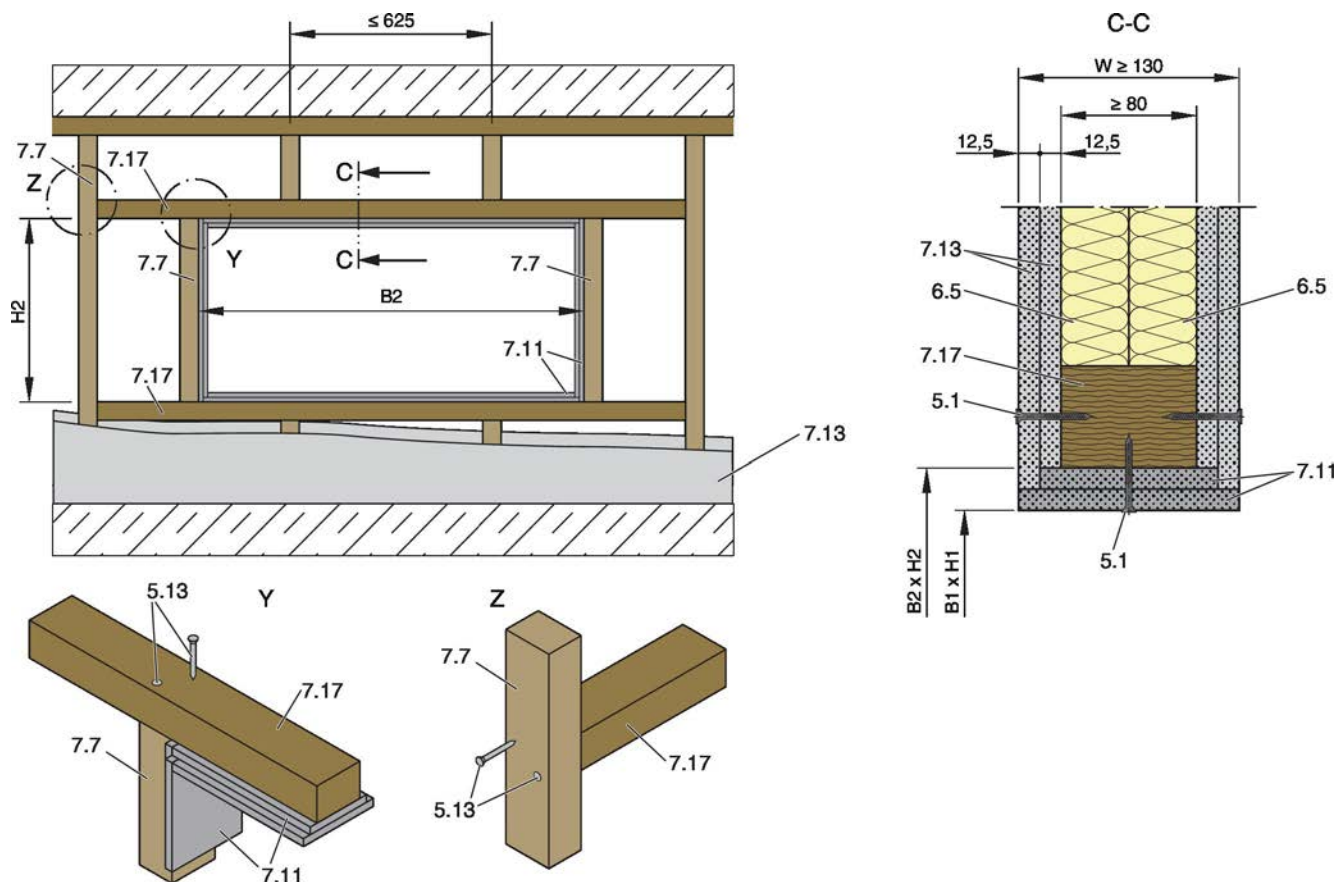
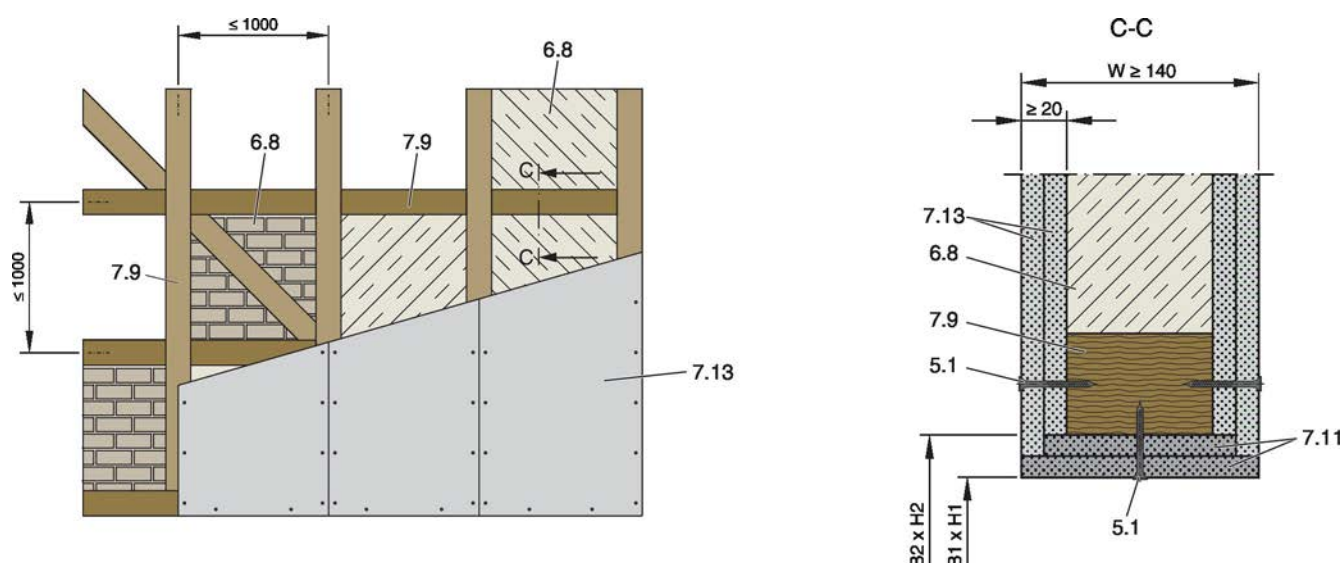

Fig. 34: Cloison légère avec structure portante en bois et habillage d'un côté
Fig. 35: Cloison légère, exécution avec structure bois avec habillage des deux côtés
- Créer une ouverture de montage dans la structure portante en bois avec des charpentes en bois 7,7, des chevêtres 7,17 et des panneaux de garniture 7,11 ou dans la construction à pans de bois 7,9 avec panneaux de garniture 7,11, voir Voir la Fig. 34 ou Voir la Fig. 35.